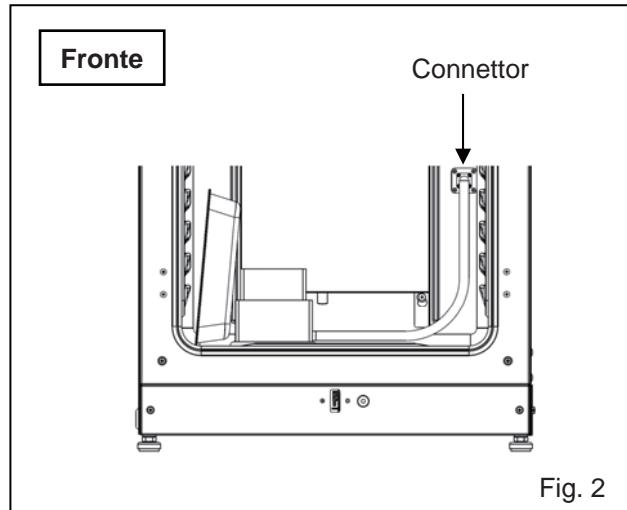

Fig. 2
7. Togliere il cappuccio del connettore sul fondo a destra del lato della camera più lontano. Collegare il generatore di H₂O₂ e il connettore con il cavo fornito (Fig. 2).